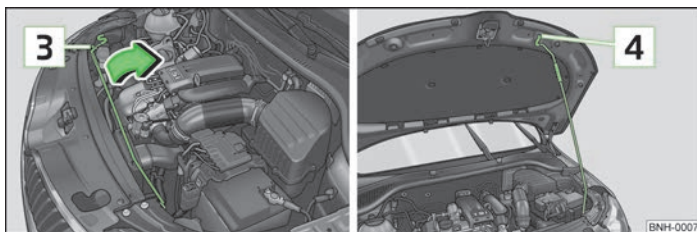

Fig. 97 Asegurar el capó
- Retirar la varilla de apoyo desde la fijación **3** en el sentido de la flecha » fig. 97 y asegurar el capó abierto colocando el extremo de la varilla en el orificio **4**.